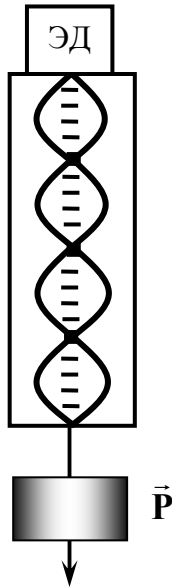

Рис. 4. Схема рабочей установки
2. Электродвигатель (э. д.) приводит в колебание шнур, натянутый грузом  $P$  (рис. 4). Подвесьте к концу шнура груз  $P_1$ , включите электродвигатель в сеть 220 В. Отметьте число пучностей в стоячей волне и расстояние, занятое этими пучностями (первую пучность от электродвигателя не учитывать, т. к. около э. д. нет узла).